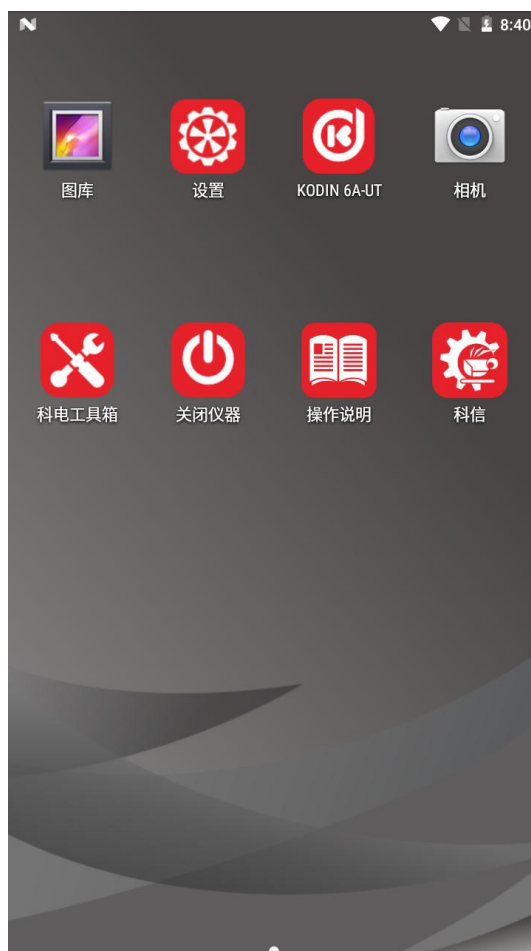

图 2.1 系统主界面
1) 硬件开机：按住电源键【】，保持 2s，仪器启动进入开机画面，同时进行系统自检和初始化。待自检完成后，仪器进入系统主界面，如图 2.1 所示。
开机后，仪器自动进入到系统桌面，如图 2.1 所示。主界面最顶端为系统状态栏，显示有电量指示、网络状态、通知提示、时间等。将系统状态栏下拉，可快速设置开启或关闭部分参数。